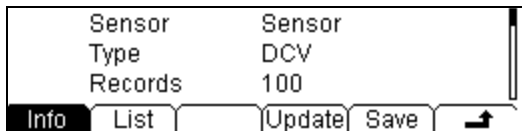

図 2-53 履歴データ画面
4. メニュー項目の **History** を押して図 2-53 ような履歴データ画面を表示し、この測定で得られたデータを確認します。